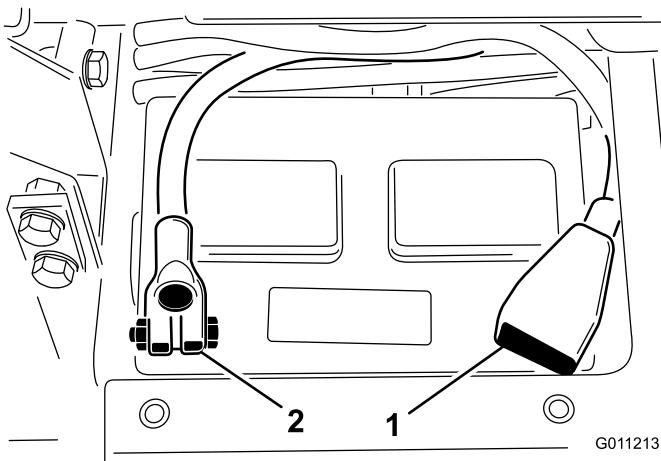

Figura 5
- Conecte el cable positivo (rojo) al borne positivo (+) y el cable negativo (negro) al borne negativo (-) de la batería usando pernos y tuercas (Figura 5). Asegúrese de que el terminal positivo (+) está colocado a tope en el borne, y que el cable está colocado junto a la batería. El cable no debe entrar en contacto con la tapa de la batería.